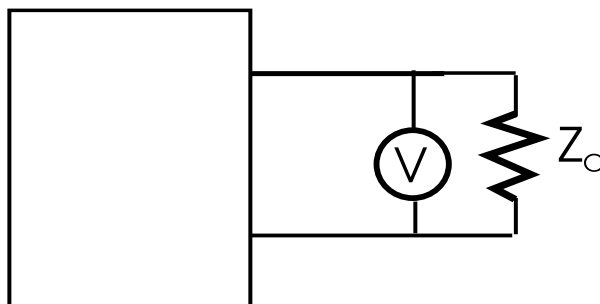

Figura A.3: montagem em paralelo de um voltímetro.
O voltímetro, ao contrário do amperímetro, deverá ser colocado em paralelo no circuito a medir (figura A.3). Assim, o voltímetro ideal deverá apresentar uma resistência infinita para não derivar nenhuma corrente do circuito em teste e não o perturbar. A unidade de medida da voltagem eléctrica é o Volt (V).